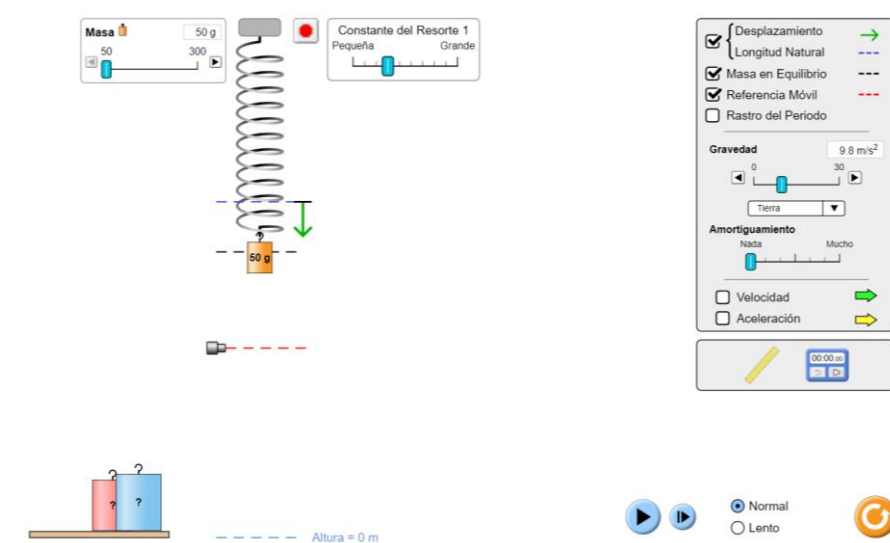

Figura 1. Simulador de Masas y Resortes.
donde x_0 es el largo del resorte en equilibrio y x el largo del resorte cuando este es estirado o comprimido. La constante de proporción, k , se conoce como la constante de resorte. La pasada expresión matemática también se conoce como la Ley de Hooke, en esta primera parte utilizaremos dicha ley para calcular k en el sistema masa-resorte mostrado en la figura 1.
6. En la opción “Masa” utilice ☐ ☐ para configurar el valor de la masa según se presentan los valores en la tabla 1, luego colocar la masa en el extremo del resorte (arrastrar la caja de color naranja que se encuentra en la esquina inferior izquiera del simulador, figura 1).